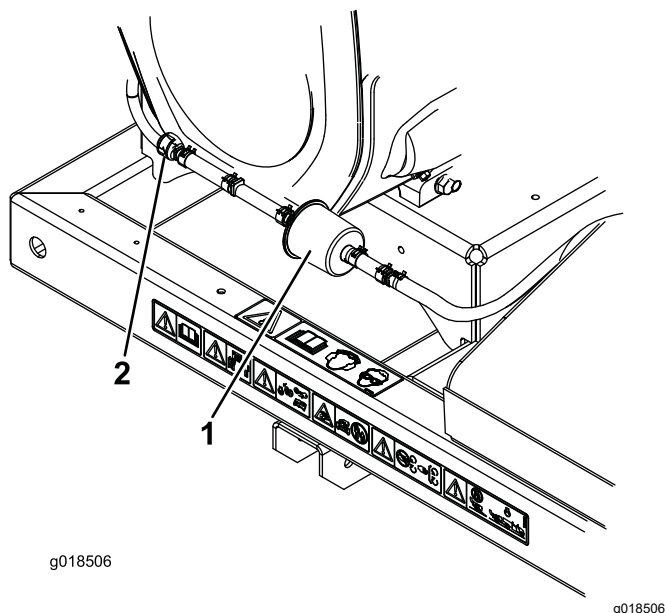

Figura 19
2. Aleje del filtro las abrazaderas de muelle de ambos lados del filtro del tubo de purga del cartucho de carbón (Figura 19).
3. Retire y deseche el filtro de carbón (Figura 19).
4. Instale un filtro nuevo en el tubo con la flecha del filtro apuntando hacia la válvula de retención, y sujételo con las abrazaderas (Figura 19).